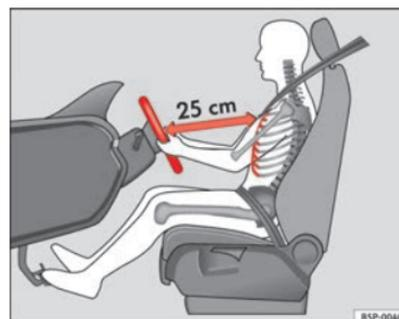

Fig. 134 Posição correcta do banco do condutor
- Ajustar o volante até atingir a posição pretendida ⇒ Fig. 134.
- Ajustar o banco do condutor ou o volante, de modo a que a distância entre o volante e o tórax seja de pelo menos 25 cm → Fig. 134. Se não se respeitar a distância mínima, o sistema de airbag não pode exercer a sua função de protecção – perigo de morte!